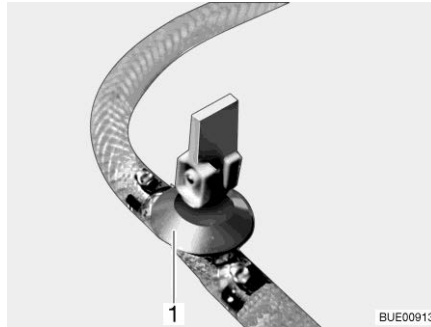

Fig. 165 Rubinetto di scarico
- Chiudere il rubinetto/i rubinetti di scarico. A questo scopo posizionare orizzontalmente la leva a bilanciere (Fig. 165,1).
- Aprire il rubinetto/i rubinetti di scarico (Fig. 165). A questo scopo posizionare verticalmente la leva a bilanciere (Fig. 165,1). Il boiler viene svuotato verso l'esterno.